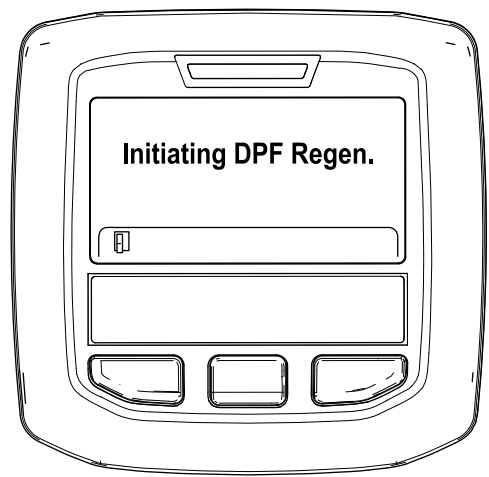

Figure 48
- A. Le message « Initiating DPF Regen. » (lancement régén. FAP) s'affiche (Figure 48).